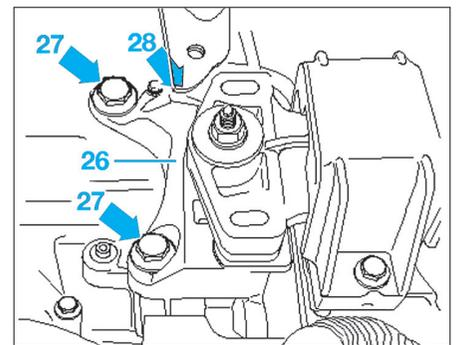

Fig. 16
- Déposer la console gauche (26) de la boîte de vitesses (27) et (28) (Fig.16).